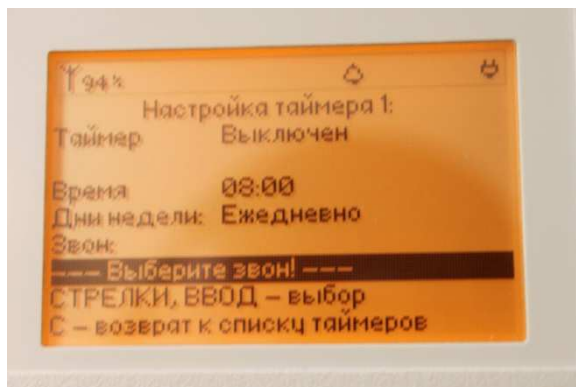

Рисунок 27.
6.2.6. При помощи клавиш со стрелками перейдите к последнему пункту «Звон» и нажмите клавишу «ВВОД» (рис. 27).